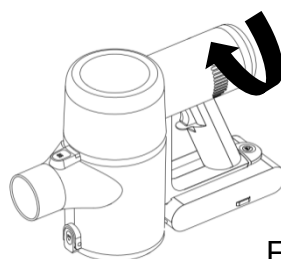

Figura 16
1. Rotiți capacul de ieșire a aerului în sens invers acelor de ceasornic pentru a scoate filtrul HEPA din unitatea principală (Figura 16).